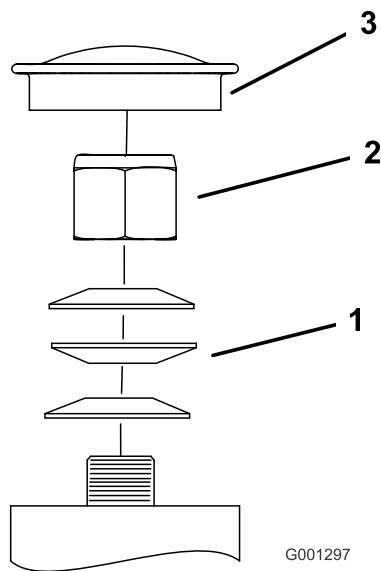

Figura 58
3. Retire el tapón anti-polvo de la rueda giratoria y apriete la contratuerca (Figura 58).
4. Apriete la contratuerca hasta que las arandelas de muelle estén planas, luego afloje 1/4 de vuelta para establecer la pre-carga correcta de los cojinetes (Figura 58).
Importante: Asegúrese de que las arandelas de muelle están correctamente instaladas, según muestra Figura 58.
5. Coloque el tapón anti-polvo (Figura 58).